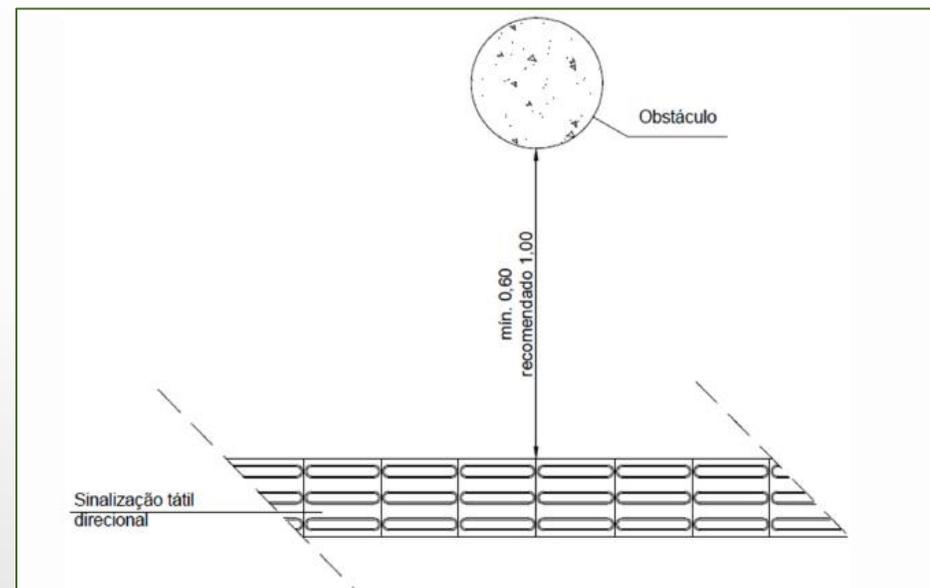

Figura 58 - Distância mínima entre sinalização tátil direcional e obstáculos
- Deve haver **pelo menos 0,60m** de distância entre a sinalização tátil de direcionamento e as paredes, os pilares ou outros objetos, sendo **recomendável uma distância mínima de 1,00 m**, medida desde a borda da sinalização tátil, conforme a Figura 58.